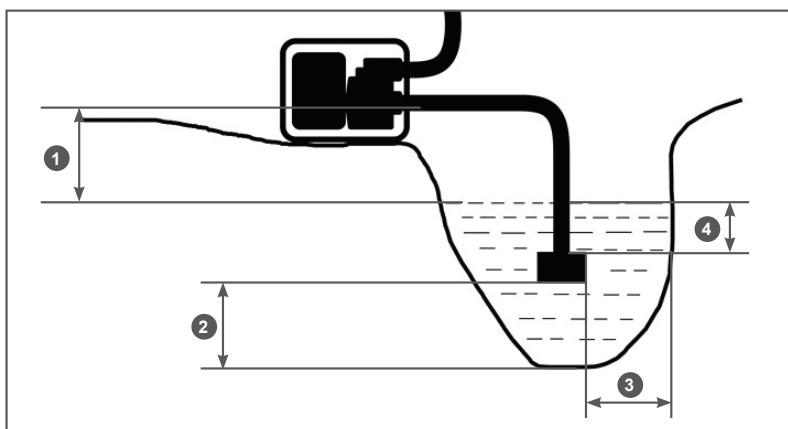

Рис. 9 Расположение мотопомпы и всасывающего фильтра
обеспечив вертикальное положение фильтра. При расположении всасывающего рукава с установленным фильтром соблюдайте все требования, указанные на Рис. 9.
- Необходимо установить мотопомпу как можно ближе к источнику жидкости. Чем меньше высота расположения мотопомпы по отношению к уровню забора жидкости (Рис. 9 п. 1), тем быстрее происходит всасывание жидкости и выше производительность насоса.
Не превышайте высоту расположения мотопомпы по отношению к уровню забора воды (Рис. 9 п. 1).
4. В процессе выкачивания жидкости из водоема (емкости) уровень жидкости в водоеме (емкости) будет естественным образом понижаться. Если требуемые расстояния (Рис. 9 п. 2, 3, 4) между всасывающим фильтром и стенками и дном водоема (емкости) не соблюдаются, выкачивание жидкости следует прекратить.